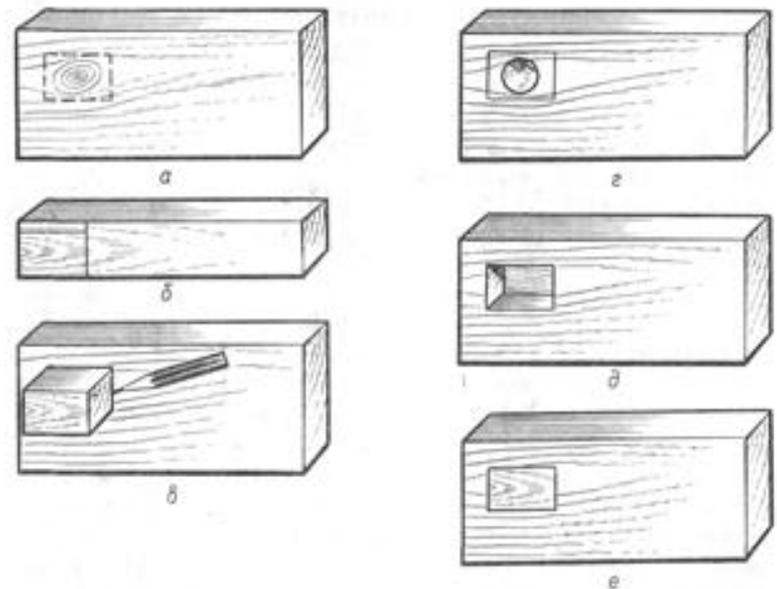

Рис. 121. Заделка дефектов:
1. Определить форму вставки (рис. 121, а).
2. Разметить вставку (рис. 121, б).
4. Разметить отверстие под вставку (рис. 121, в, г).
5. Сделать отверстие (высверлить или выдолбить) под вставку (рис. 121, д).
6. Установить вставку на клею, застрогать поверхность (рис. 121, е).